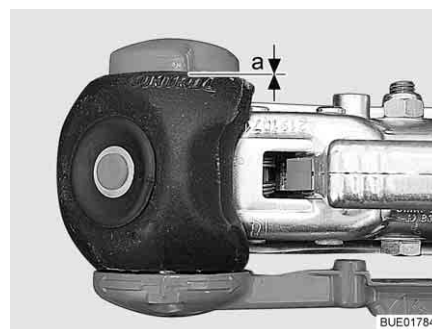

Fig. 209 Control de desgaste
- Distancia  $a = 0$  (Fig. 209): Controlar los forros de fricción y cambiarlos si es necesario.